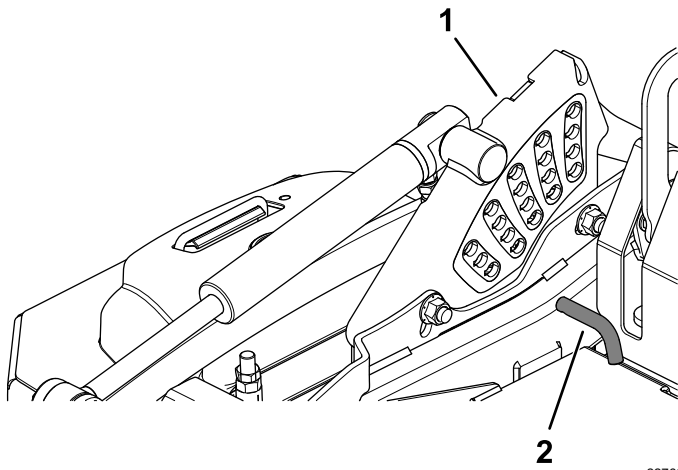

Figura 25
2. Gire el pasador de altura de corte hasta que el pasador cilíndrico que contiene se alinee con las ranuras de los taladros del soporte de altura de corte, y retire el pasador (Figura 25).
3. Introduzca el pasador de altura de corte en el taladro que corresponde a la altura de corte deseada (Figura 25).
Consulte las alturas marcadas en la calcomanía situada en la placa de ajuste de altura (Figura 25).